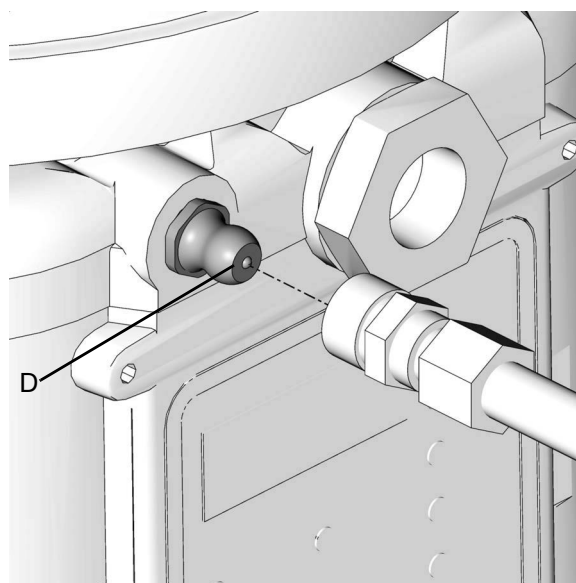

FIG. 18
- Limpie siempre el accesorio de conexión (D) (FIG. 18) con un paño limpio y seco antes de llenar el depósito. La suciedad y/o los residuos pueden dañar la bomba y/o el sistema de lubricación.
1. Conecte la manguera de llenado al racor de engrase Zerk de llenado de entrada (FIG. 18).
2. Conecte la manguera de llenado al racor de engrase Zerk de llenado de entrada (consulte la FIG. 18).
- Conecte la manguera de llenado al racor de engrase Zerk de llenado de entrada (consulte la FIG. 18).